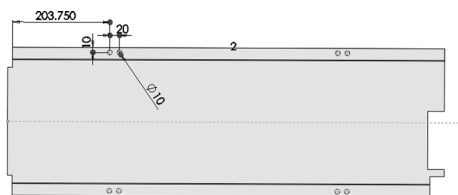

图 6-66 拉伸切除出钣金件两侧的固定孔
STEP 4 同 **STEP 3** 操作，在展开的平面上绘制如图 6-66 所示的草绘图形，并用其对钣金件执行切割操作。